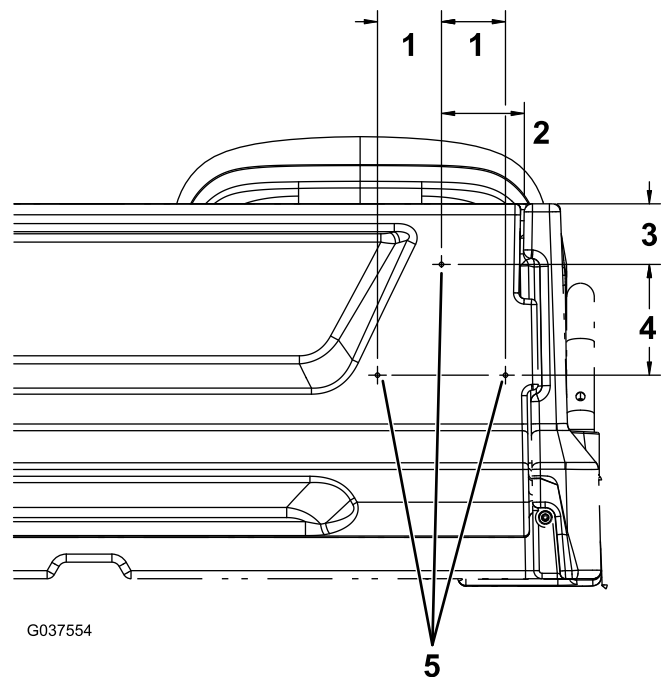

Bild 14
1. Messen Sie an der rechten Seite der Heckklappe 95 mm von der rechten Kante und 70 mm von oberhalb der Heckklappe und markieren Sie diese Position (Bild 14).
2. Messen Sie 128 mm nach unten von der in Schritt (1) markierten Position, messen Sie dann 74 mm nach links und rechts von diese Position und markieren Sie die beiden neuen Positionen (Bild 14).
3. Bohren Sie in alle drei Markierungen ein Loch mit einem Durchmesser von 5 mm (Bild 14).